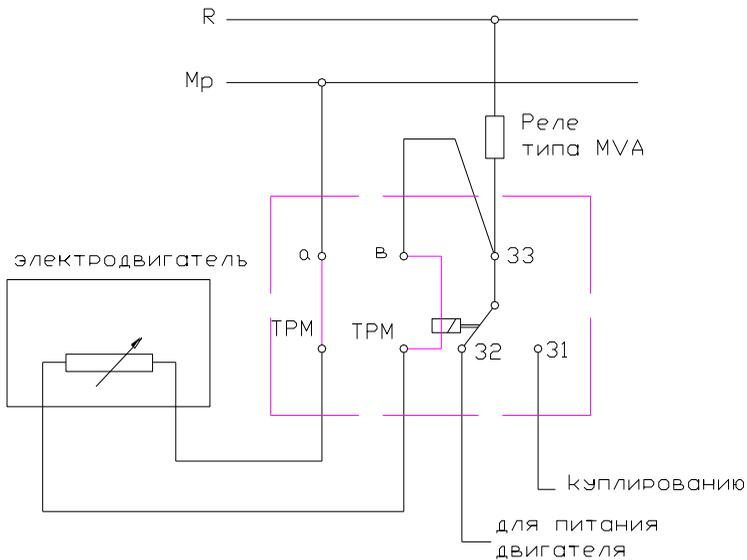

Рис.3
- коммутирующего аппарата – реле, которое должно быть смонтировано в шкафу, управления и подсоединенного согласно рис. 3 к выходам позистора и к оперативной цепи.
- Тепловая защита может быть выполнена элементами – реле типа УЗП вместе с позистором производства завода “ЗАНН” – Харманли – Болгарии. Рис. 3А
Рис.3а
2.5. Подсоединение кабелей внешнего монтажа следует производить, используя специальные выходы и схему подсоединения. /рис. 3/ и /рис. 4/.